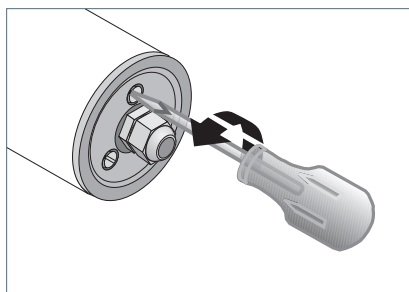

Fig. 2: Ouvrir la partie latérale A.
- Desserrez les trois vis situées sur le côté raccordement du luminaire d'environ 3 à 4 tours, voir Fig. 2.